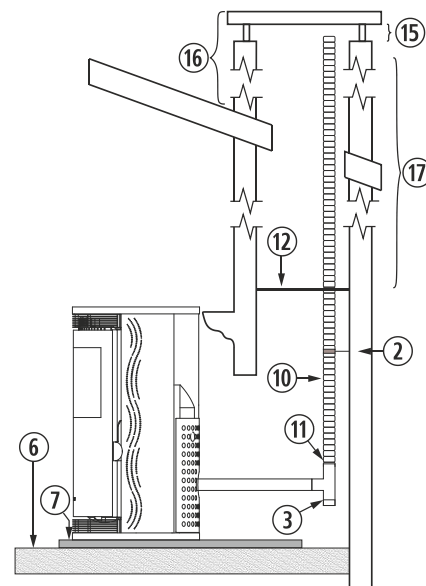

Figura 16
**4.30.** A instalação de um encastrável numa chaminé de obra pode ser feita em toda a sua totalidade em tubo flexível, tal como indicado na figura 16. Devemos ter especial cuidado na hora de realizar o isolamento entre a chaminé e o tubo da saída de gases para evitar possíveis retrocessos de gases em caso de tempestade.
②	Abraçadeira de união de aço inox.
③	Tê de 90° com registro.
⑥	Chão de madeira.
⑦	Protector de chão incombustível.
⑩	Tubo de aço inox flexível.
⑪	União adaptadora de flexível a rígido.
⑫	Isolante anti-retrocesso.
⑮	Mínimo 200mm.
⑯	Deve ultrapassar o teto em 1 metro.
⑰	Superior a 8m, aumentaremos uma medida.